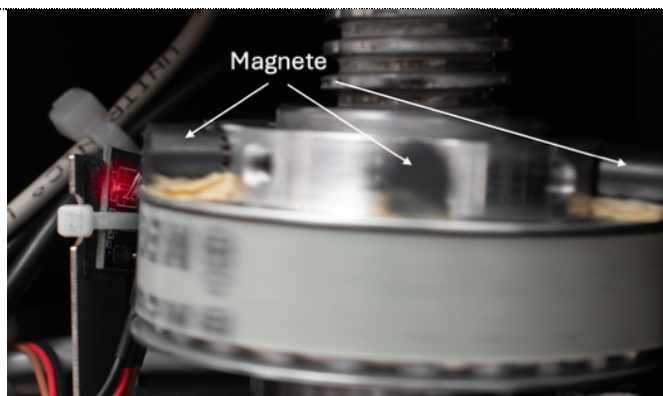

Bild 2
- d. Neigungsspindel der Höhenverstellung mit Pinsel einfetten (Molykote-Fett) (s. Bild 2)